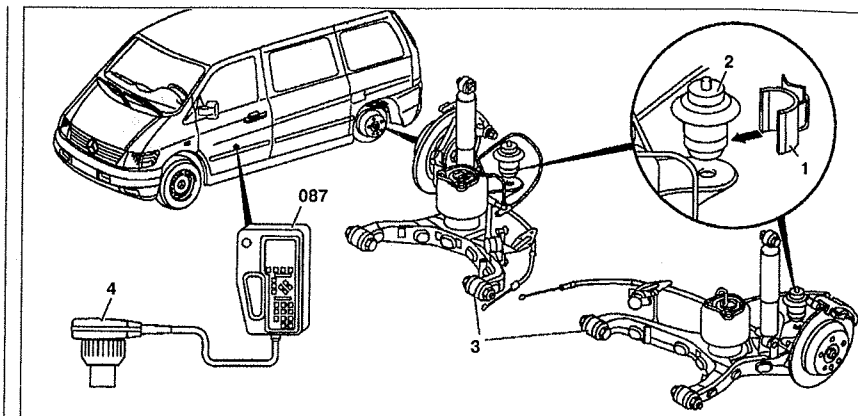

Рис. 7.18. Проверка и регулировка уровня автомобиля: 1. Регулировочное устройство, 2. Пневмокамера, 3. Нижний рычаг, 4. Диагностический разъем, 087. Тестер.
1. Присоедините тестер 087 к диагностическому разъему (см.рис.7.18).